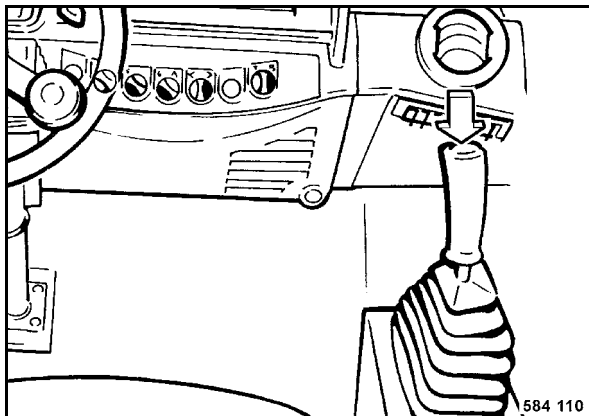

Fig. 48
- Accionar el pulsador (Fig. 48) en la palanca de marcha durante el servicio de marcha y el rodillo comienza a vibrar.